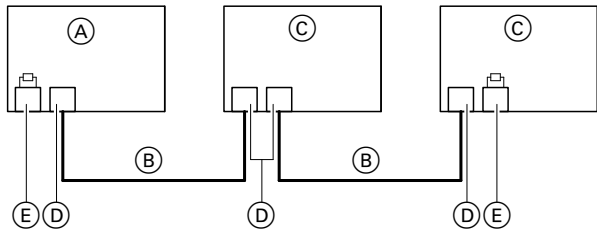

Abb. 43
- Der Viessmann CAN-BUS ist für die BUS-Topologie „Linie“ mit beidseitigem Abschlusswiderstand (Terminierung) ausgelegt: Siehe Abb. 43.